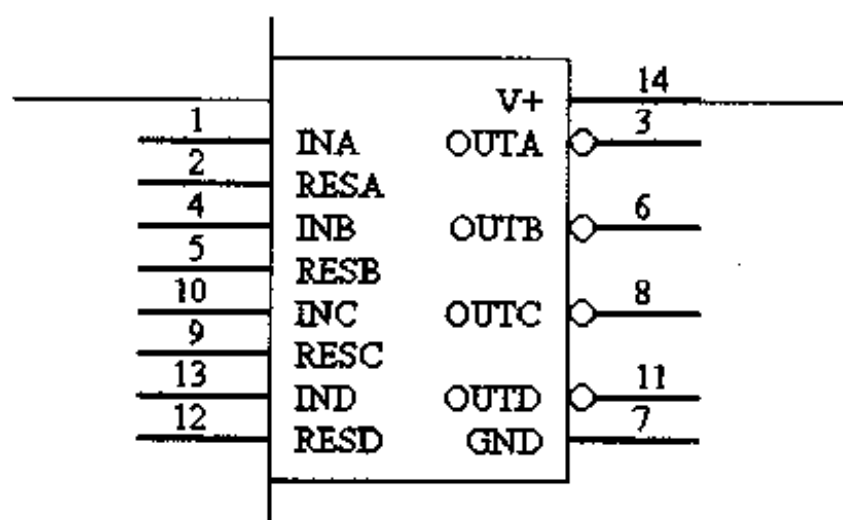
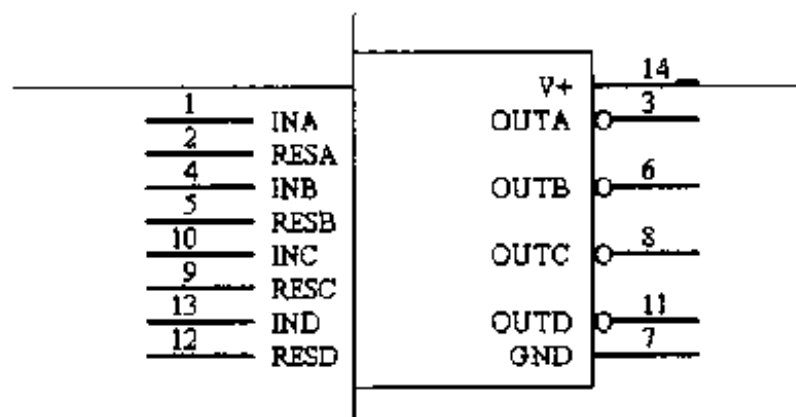
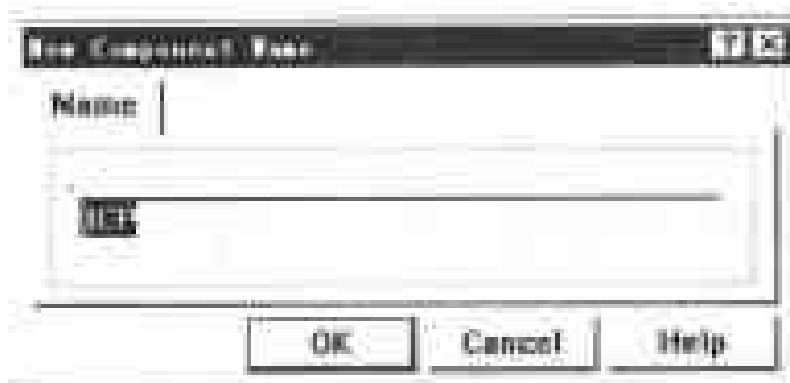

图 3-30 元件绘制实例
图 3-33 修改引脚后的图形
图 3-34 元件名称对话框
本节将通过一个制作元件的具体实例，绘制如图 3-30 所示的元件，来说明制作元件的步骤。
- 修改后的图形如图 3-33 所示。
(6) 将图 3-33 中的引脚 1、2、4、5、10、9、13 和 12 移至矩形边上, 移动后图形如图 3-30 所示。执行菜单命令 File/Save 保存元件, 单击 Tools/Rename Component, 则可打开如图 3-34 所示的对话框, 将元件的名字改为 ICP 后, 单击 OK 键, 则最终完成了元件的制作。